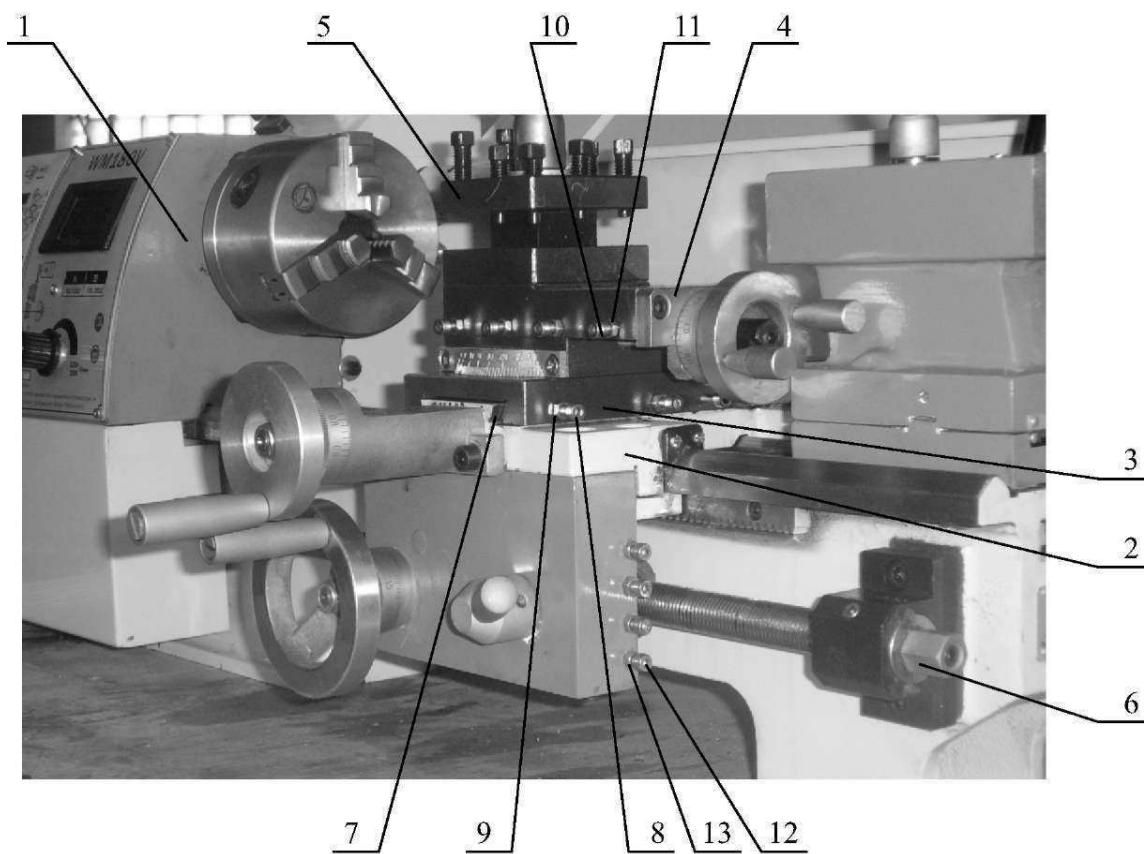
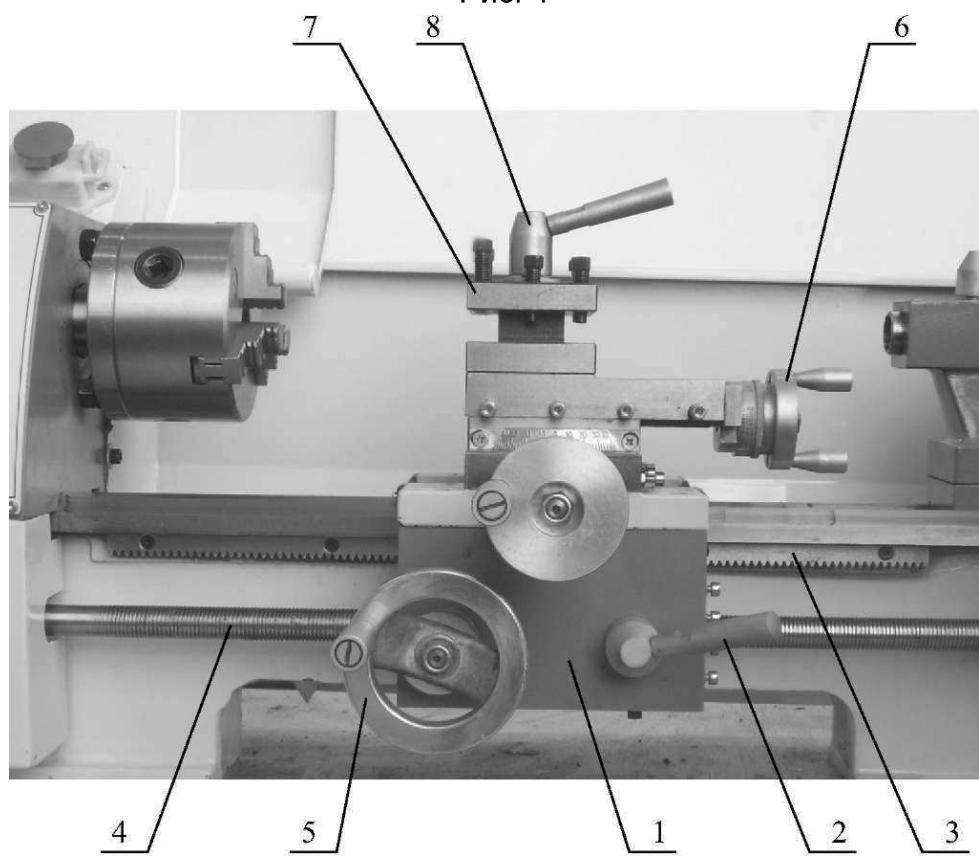
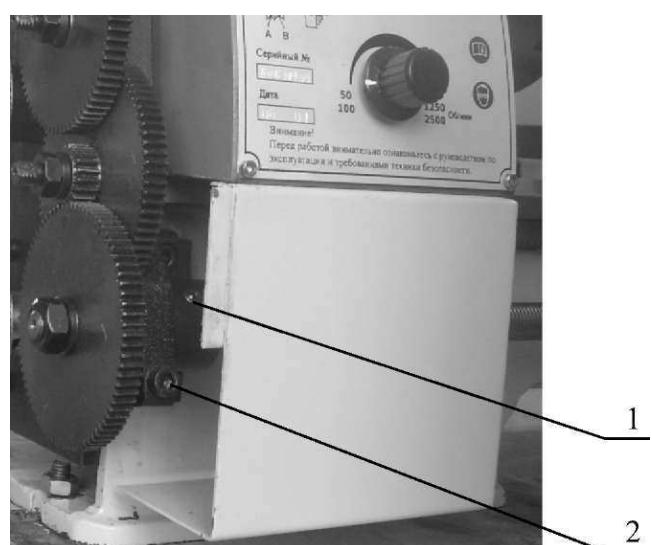

Рис. 4
Рис. 5
Рис. 14
Передняя бабка 1 (Рис. 4) закреплена на станине четырьмя болтами. В ней установлен шпиндель на двух прецизионных конических роликовых подшипниках и распо-
Каретка 2 (Рис. 4) является базирующим элементом суппорта. Она изготовлена из высокосортного чугуна. Продольные направляющие каретки отшлифованы и точно сопряжены с направляющими станины. Необходимый зазор между направляющими станины и каретки обеспечивается прижимными планками, расположенными на нижней плоскости каретки.
Фартук 1 (Рис. 5) установлен на каретке. Для включения автоматической или ручной подачи от ходового винта на фартуке имеется маточная гайка, которая состоит из 2-х полуяек. Включение подачи производится поворотом пусковой рукоятки 2 (Рис. 5), вследствие чего полуяйки сводятся и входят в контакт с ходовым винтом. Зубчатая рейка 3 (Рис. 5) установлена на станине и обеспечивает ручное продольное перемещение суппорта, которое производится вращением маховика на фартуке.
Поперечные салазки 3 (Рис. 4) установлены на верхние (поперечные) направляющие каретки соединением «ласточкин хвост», зазоры в соединении регулируются клином. Перемещение салазок обеспечивается вращением маховика. Для отсчета величины перемещения салазок на маховике имеется лимб.
Верхние салазки 3 (Рис. 4) установлены на поперечные салазки. Перемещение подвижной части верхних салазок производится вращением маховика. Для отсчета величины перемещения салазок на маховике имеется лимб.
Ходовой винт 4 (Рис. 5) расположен вдоль передней части станины и служит для продольной автоматической подачи. С левой стороны он соединен с коробкой передач. Ходовой винт имеет две подшипниковые опоры. Осевой зазор винта в опорах регулируется шестигранной гайкой 6 (Рис. 4)
Вращением маховика 5 (Рис. 5), находящегося на фартуке, по часовой стрелке происходит перемещение суппорта в сторону за дней бабки (вправо), при вращении маховика против часовой стрелки суппорт перемещается в сторону передней бабки (влево).
Включение механической подачи суппорта осуществляется поворотом рукоятки маточной гайки 2 (Рис. 5) вниз, для выключения - вверх. Направление механической подачи связано с направлением вращения шпинделя: при прямом вращении (против часовой стрелки), суппорт перемещается в сторону передней бабки (влево), при обратном вращении (по часовой стрелке), суппорт перемещается в сторону задней бабки (вправо).
Перемещение верхних салазок производится вращением рукоятки 6 (Рис. 5) по часовой, или против часовой стрелки.
Для установки инструмента в рабочее положение резцодержатель 7 (Рис. 5) поворачивается вокруг оси на  $360^\circ$  и имеет 4 фиксатора положения для установки инструмента под углом  $90^\circ$  к оси вращения шпинделя. Для этого необходимо ослабить
центральную зажимную рукоятку 8 (Рис. 5), повернуть резцодержатель и снова произвести зажим рукояткой.
- 8.4. Смазку подшипников ходового винта продольной подачи производите ежедневно через смазочные отверстия 1 (Рис. 14) и 7 (Рис. 4) жидкой смазкой.
9.1.1. Резцодержатель 5 (Рис. 4) расположен на подвижной части верхних салазок и обеспечивает закрепление 4-х инструментов. Для извлечения станка из ящика выверните шурупы (саморезы) на нижней части боковых стенок ящика. Снимите колпак ящика с основания.
Ослабьте запорный винт 2 (Рис. 14) на гитаре.
Отведите гитару 3 (Рис. 14) вправо.
Отверните гайку 4 (Рис. 14) ходового винта и гайки 5 (Рис. 14) на осьях гитары, снимите зубчатые колеса.